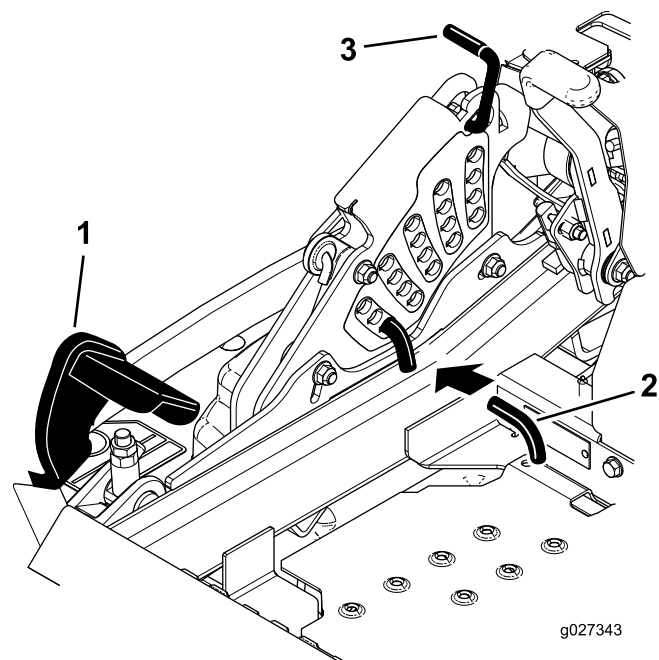

Figure 31
2. Appuyez sur la pédale de levage du tablier avec le pied et levez le tablier en position de transport (qui est aussi la position de hauteur de coupe de 140 mm [5½ po]), comme montré à la Figure 31.
3. Pour changer de hauteur de coupe, tournez la goupille de 90 degrés retirez-la du support de hauteur de coupe (Figure 31).
4. Placez la goupille dans le trou du support correspondant à la hauteur de coupe voulue (Figure 31).